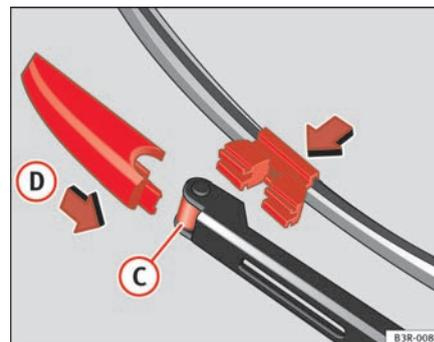

Fig. 178 Colocar la escobilla
- Coloque la escobilla nueva en el alojamiento del brazo del limpiaparabrisas ⇒ fig. 178 (C).